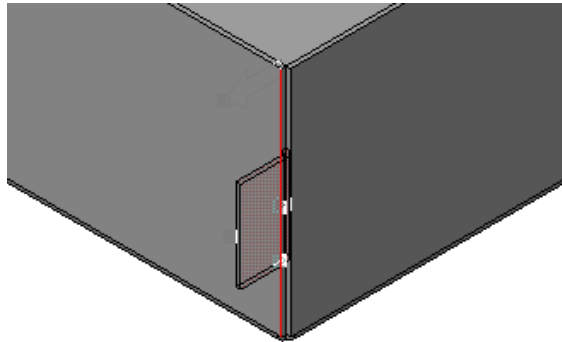

Рисунок 19.
- В поле Ширина сгиба введите значение 20 мм  (рис. 19).